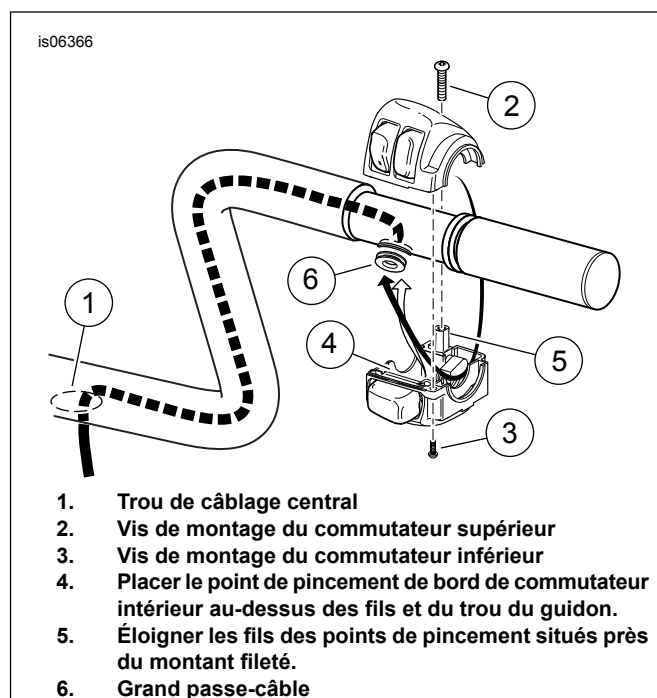

Figure 6. Acheminement des fils de boîtier commutateur
- Voir Figure 6 . Le guidon étant placé sur une surface lisse et souple, les extrémités des poignées étant tournées vers le haut, introduire soigneusement le faisceau de fils du commutateur de droite dans la grande ouverture située sur le dessous du nouveau guidon et vers la grande ouverture située au centre de la barre.